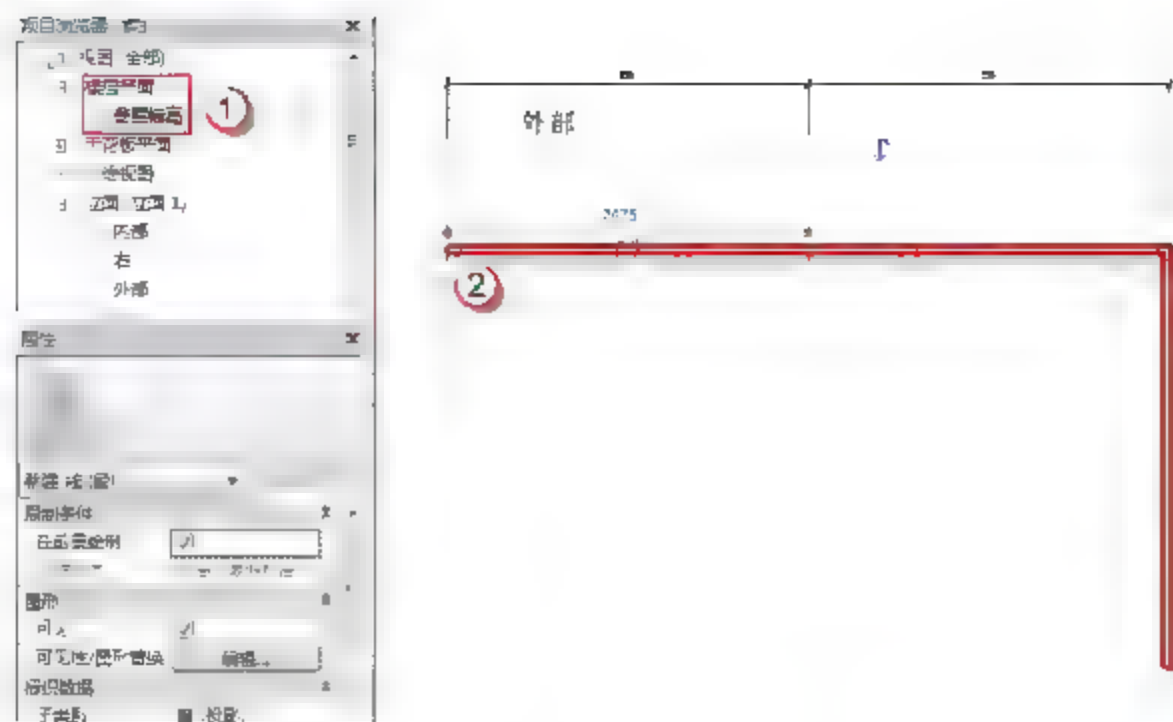

图 7.2.47 绘制 MQ7196 的平面轮廓线
(21) 绘制 MQ7196 的平面轮廓线。选择“项目浏览器”中的“楼层平面”→“参照标高”选项，进入幕墙的参照标高视图。选择“注释”→“符号线”命令，沿 MQ7196 边线绘制如图 7.2.47 的平面轮廓线。